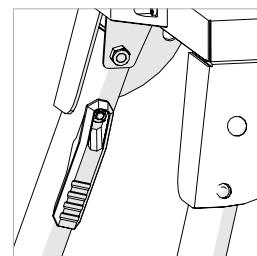
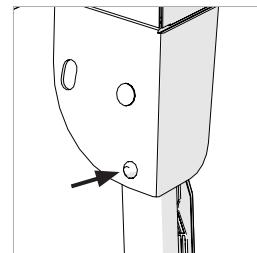

Abb. 1
Abb. 2
- Drücken Sie den Verriegelungs-/Entriegelungshebel (**Abb.1**) zum Bein hin, um es aus der eingeklappten Position zu lösen.
- Wiederholen Sie diesen Vorgang, bis alle vier (4) Beine ausgeklappt sind.
- Vergewissern Sie sich, dass alle vier (4) Beine in ihrer Betriebsposition fixiert sind. Die Verriegelungsstifte der Scharniere müssen vollständig in die eingefrästen Schlüsse in den Eckwinkeln des Tisches eingeführt werden. (**Abb.2**).